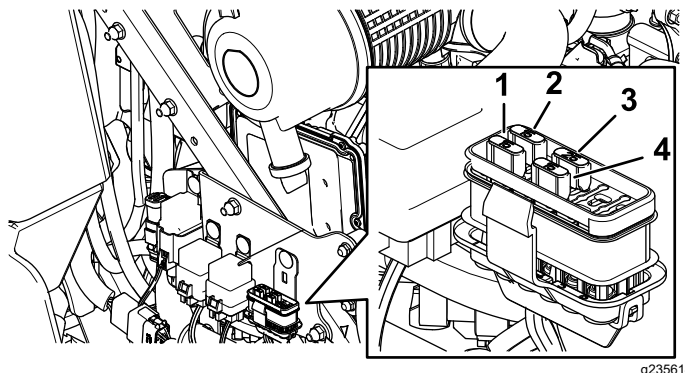

Figure 48
3. Remplacez le fusible (Figure 48).